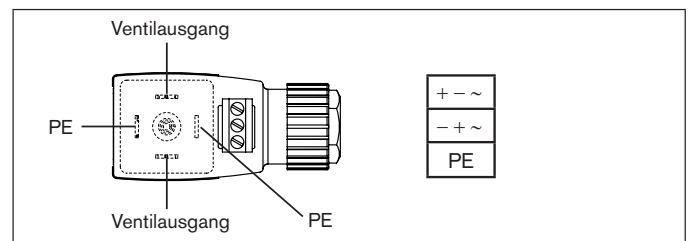
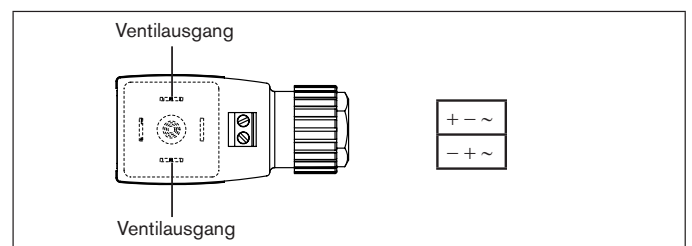

Bild 1: Anschlussbelegung 110 - 230 V
Bild 2: Anschlussbelegung 24 V
→ Gerätesteckdose entsprechend der Anschlussbelegung nach „Bild 1“ oder „Bild 2“ anschließen.
- Anschlussbelegung nach „Bild 1“ oder „Bild 2“.